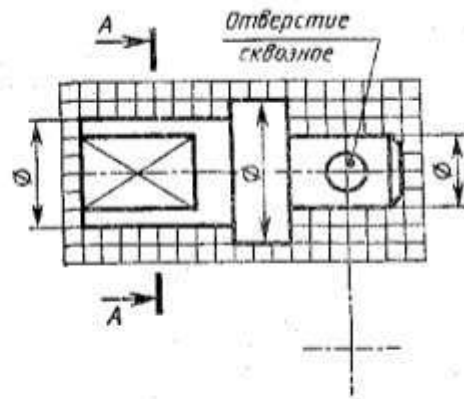

Рис. 2
2. Перечертите главный вид детали (рис. 2) и выполните вынесенные сечения. Размеры определите по клеткам.